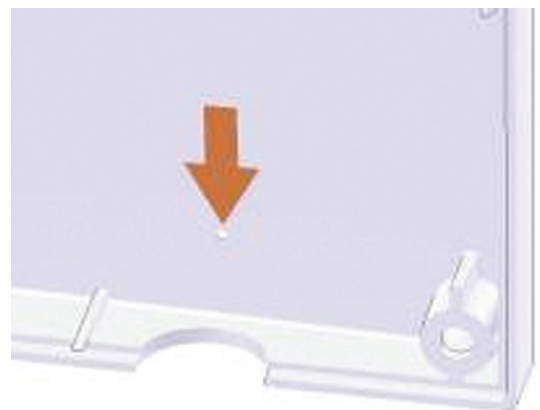

Fig. 12: Decuparea orificiului de 32 mm pentru furtunul de 22 mm (partea din spate)
3. În capacul din spate, decupați cu un dispozitiv circular cu diametrul de 32 mm (sau o dimensiune standard similară) o gaură pentru furtunul de 22 mm; utilizați ca ghid adâncitura din panoul din plastic. (vezi fig. 12)